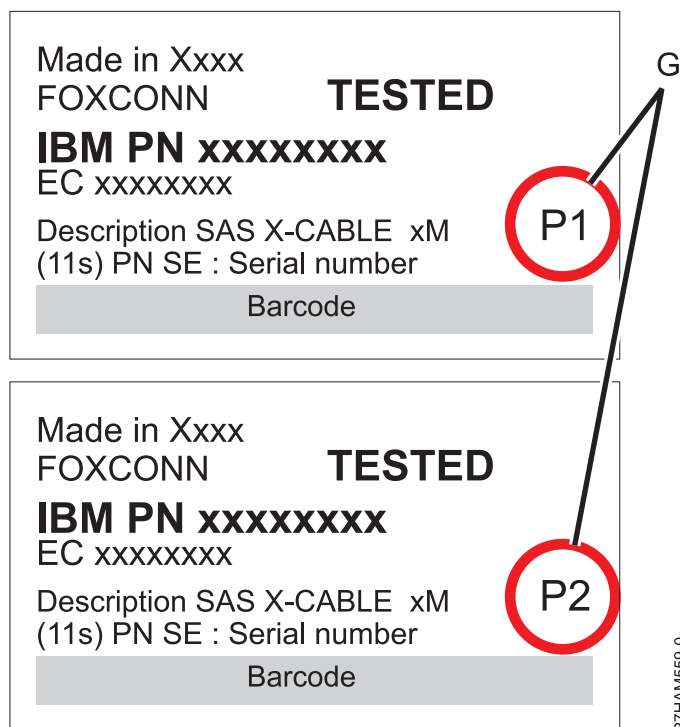

Рисунок 20. Этикетки кабелей адаптера SAS с идентификаторами P1 и P2
**Примечание:** На рис. 20 на стр. 20 показаны примеры идентификаторов кабелей.
- Кабель, подключаемый к независимому адаптеру SAS 1 (C), содержит метку с идентификатором P1 (G). Этот адаптер не имеет доступа к другим независимым адаптерам, а только к отсекам дисков D1 - D6 (D1 - D3 для ESLL).
- Кабель, подключаемый к независимому адаптеру SAS 2 (D), содержит метку с идентификатором P2 (G). Этот адаптер не имеет доступа к другим независимым адаптерам, а только к отсекам дисков D7 - D12 (D4 - D6 для ESLL).
- Кабель, подключаемый к независимому адаптеру SAS 3 (E), содержит метку с идентификатором P1 (G). Этот адаптер не имеет доступа к другим независимым адаптерам, а только к отсекам дисков D13 - D18 (D7 - D9 для ESLL).
- Кабель, подключаемый к независимому адаптеру SAS 4 (F), содержит метку с идентификатором P2 (G). Этот адаптер не имеет доступа к другим независимым адаптерам, а только к отсекам дисков D19 - D24 (D10 - D12 для ESLL).